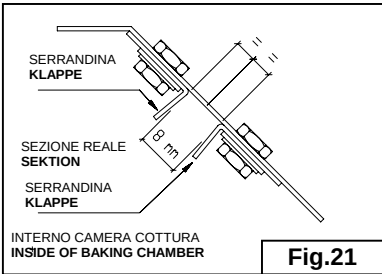
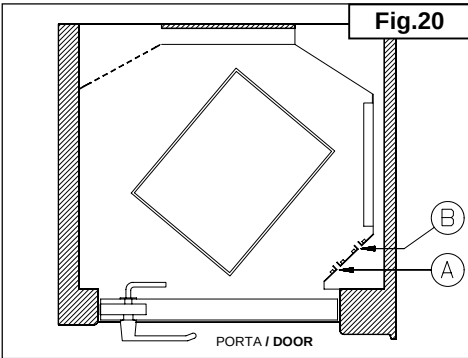
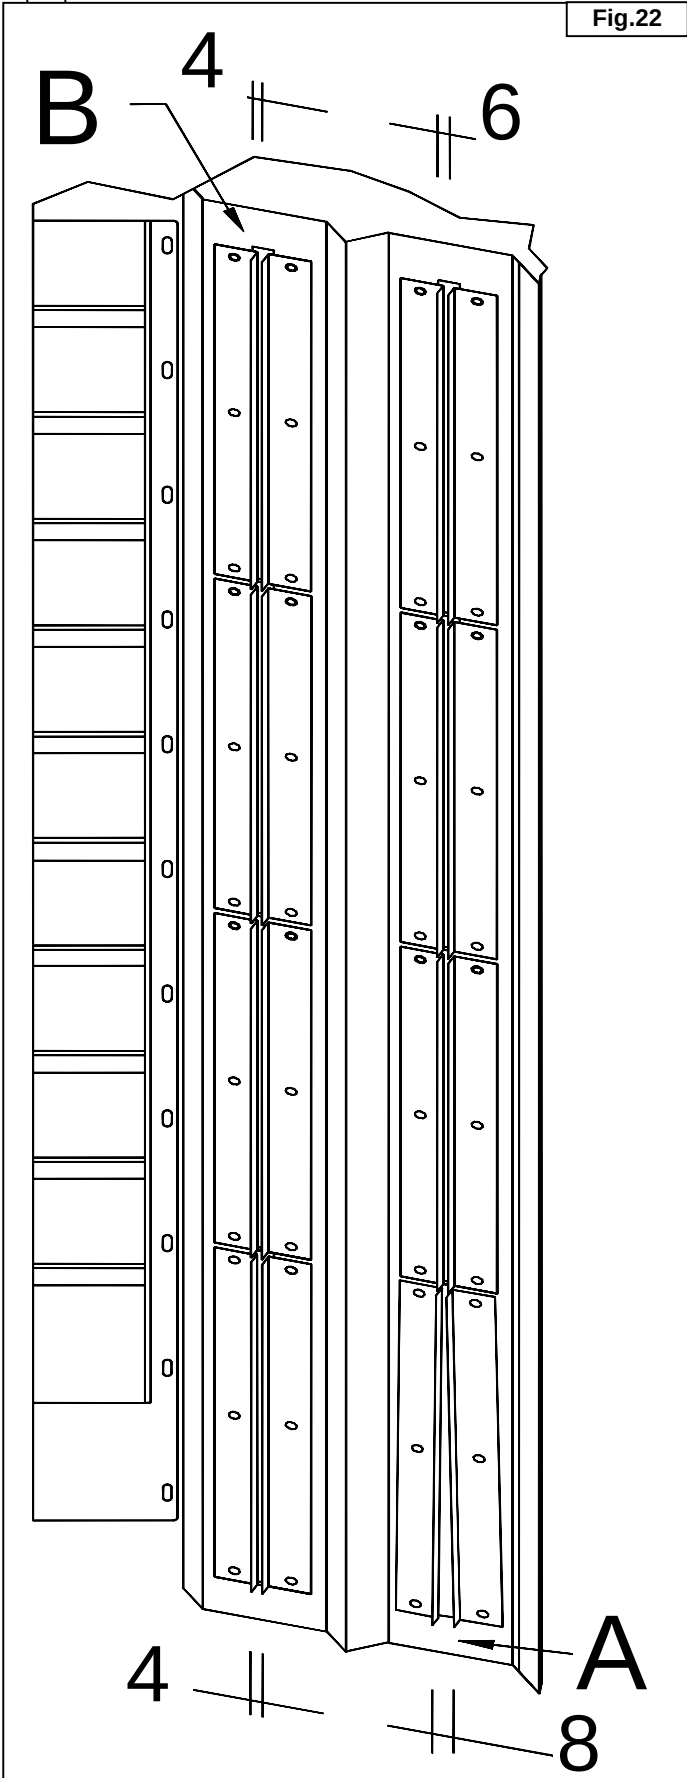

Fig.21
Fig.20
Fig.22
Controllare che tutte le serrandine abbiano le alette di flusso rivolte verso l'interno della camera di cottura e siano posizionate al centro della feritoia (**Fig 21**). Essendo le serrandine inclinate(**Fig.20**), la misura di regolazione standard riportata in **Fig.22** deve essere rilevata nella parte più stretta. (SEZIONE REALE)
Le serrandine **Pos.a Fig.20** regolano la cottura del composto nella zona centrale delle teglie; quelle in **Pos.b** regolano la cottura nella zona laterale.
La **Fig.22**, vista dall'interno della camera di cottura, riporta i valori standard di regolazione delle serrandine
Ascertain that all the air locks have the air flow fins turned towards the inside of the baking chamber and are positioned at the center of the slit (**Fig. 21**)
As the air locks are slanted (**Fig. 20**) the measurement of the standard adjustment shown in Fig. 22 must be taken in the narrowest part (REAL SECTION).
The air locks (**Pos. a Fig. 20**) affect the baking of the dough in the center area of the trays; those in Pos. b affect baking at the sides.
The **Fig.22**, seen from the inside of the baking chamber, shows the standard adjustment figures for the air locks.
Regolare le serrande rispettando i valori standard riportati in **Fig.22**.
*Nello spostare le serrande, non si deve modificarne l'apertura, che resta quella standard di **Fig.22**.*
The slots have to be adjusted in accordance to the standard values indicated in **Fig.22**
*When moving the slots the standard opening has to remain unchanged. (See **Fig.22**)*
-Spostare verso destra o verso sinistra le serrandine in modo da centrare il flusso d'aria sul centro del carrello. Se la cottura non è soddisfacente su tutte le teglie spostare tutte le serrandine **Pos.A Fig.22**, mentre se le teglie che non cuociono sono solo una parte, spostare solo le serrandine in corrispondenza delle teglie non cotte.
-Spostare verso destra o verso sinistra le serrandine in modo da centrare il flusso d'aria sul centro del carrello. Se la cottura è eccessiva su tutte le teglie spostare tutte le serrandine **Pos.A Fig.22**, mentre se le teglie che cuociono troppo sono solo una parte, spostare solo le serrandine in corrispondenza delle teglie troppo cotte.
- Aumentare l'apertura sulle serrandine **Pos.B Fig.22**
La regolazione del flusso d'aria viene eseguita principalmente sulle serrandine **Pos.A Fig.21**
-Move the slots to the right or to the left side in order to position the air flow towards the center of the rack. If baking is not satisfactory on all trays change position of all the slots (**Pos.A Fig.22**) . If the trays are not well baked only partially move only those which are closed to these trays.
-Move the slots to the right or left side in order to direct the air flow towards the center of the rack. If baking is too much on all trays move all the slots (**Pos.A Fig.22**) . If there are only some trays which are dark only partially move only those slots which are close to the dark trays.
-Increase the opening of the slots (**Pos.B Fig.22**)
The adjustment of the air flow has to be done mainly by the slots.(**Pos.A Fig.21**)